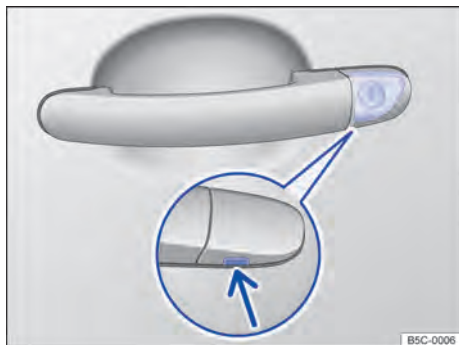

Fig. 55 Maçaneta da porta do condutor: cilindro da fechadura coberto.
- Inserir a haste da chave na maçaneta da porta do condutor por baixo na abertura da capa de cobertura → Fig. 55 (seta).